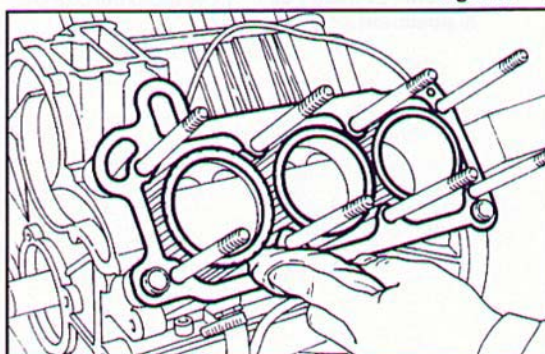

Fig. 224 ▼
- sgrassare accuratamente le superfici di appoggio del basamento e delle canne cilindri (Fig. 224);
- thoroughly degrease the support surfaces of the engine block and cylinder liners (Fig. 224);